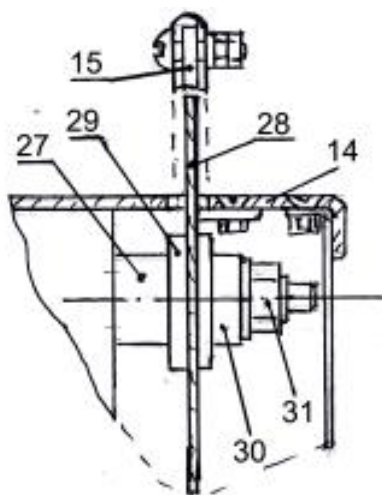

Рис. 7
- Застопорив деревянным брусом строгальный вал, открутить гайку (31) крепления шайб и втулок на конце вала (Рис.7);
- Установить на вал втулку (27), пыльный диск (28) между шайбами пилы (29), одеть конечную втулку (30), шайбу на диаметр $\varnothing 20$ и зажать гайку крепления (31) на конце вала;